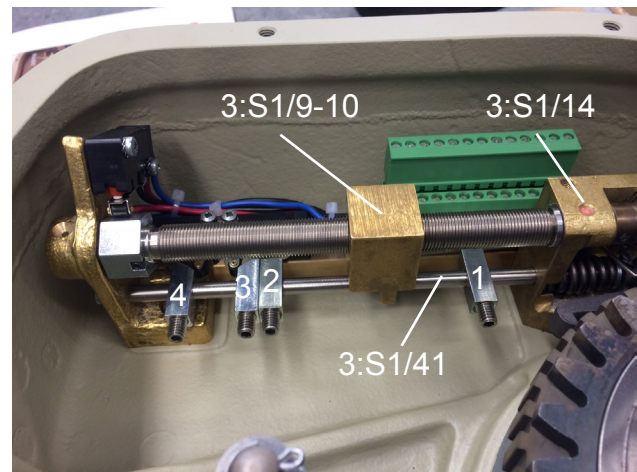
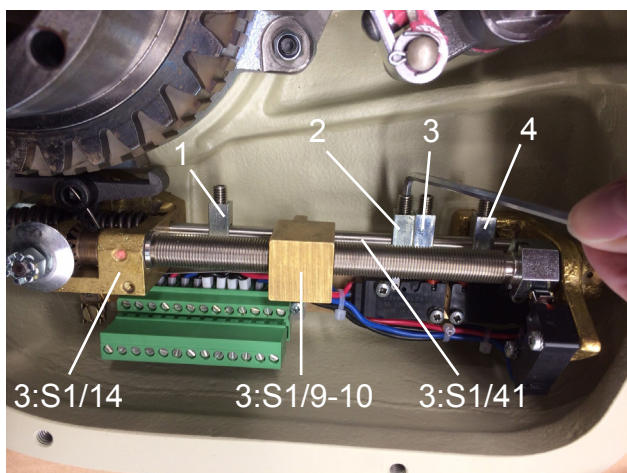

Bild 3
Bild 7
Spärren är förbunden med axeln (3:S1/41) bild 3. Axeln förskjuts i axiell riktning av löparen (3:S1/9-10) i slutet av ventilmanövern, bild 3.
4. Se till att löparen står så nära konsolen (3:S1/14) att erforderligt område finns när ventilen öppnas. Bild 7.
6. Anslaget (1) mellan löparen och konsolen (3:S1/14) förs mot löparen och skruvas fast.
8. Öppna ventilen helt. Se till att löparen kan röra sig fritt över hela området. Bild 3 visar löparen (3:S1/9-10) i läge för öppen ventil.
9. För över axeln (3:S1/41) i motsatt riktning (ca 3 mm) och skruva fast anslaget (2), sedan det förts mot löparen.